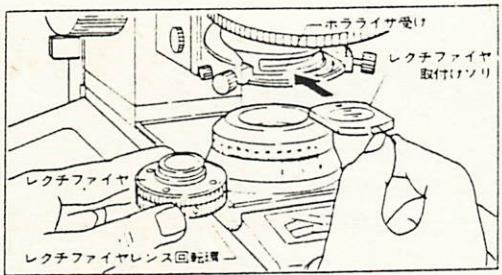

図20
- 9) レクチファイヤ取付けソリを、白丸印を上にして、コンデンサのボラライザ受けに差し込み、これにレクチファイヤをコンデンサキャリヤの下からねじ込みます。 (図20)